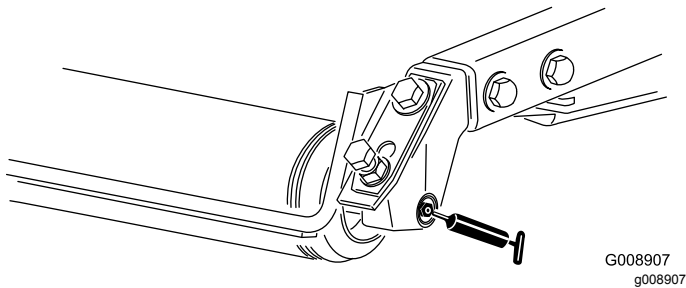

Bild 55
- Heckrollenlager (2 pro Mähwerk)—Bild 55